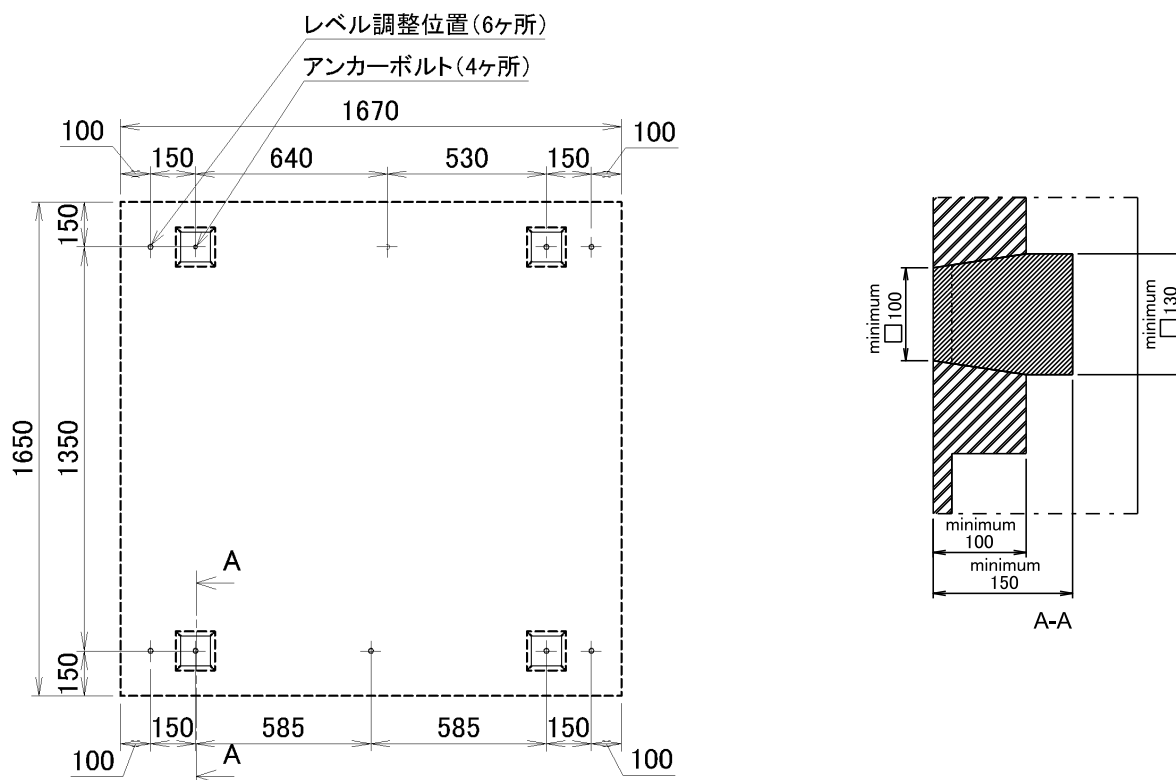

図 4-2
- 1) 機械の据付は、床荷重に耐えられるコンクリートの水平かつ凹凸の無い床に、図 4-2 の示す位置に、相対的に段差の無く水平なコンクリート基礎を施工し、4ヶ所にアンカーボルト施工箇所を設けてください。
- 2) コンクリート床自身が十分な強度、完全に平らでかつ水平、十分な厚みがあるならば図 4-2 に示す基礎工事を省くことができます。